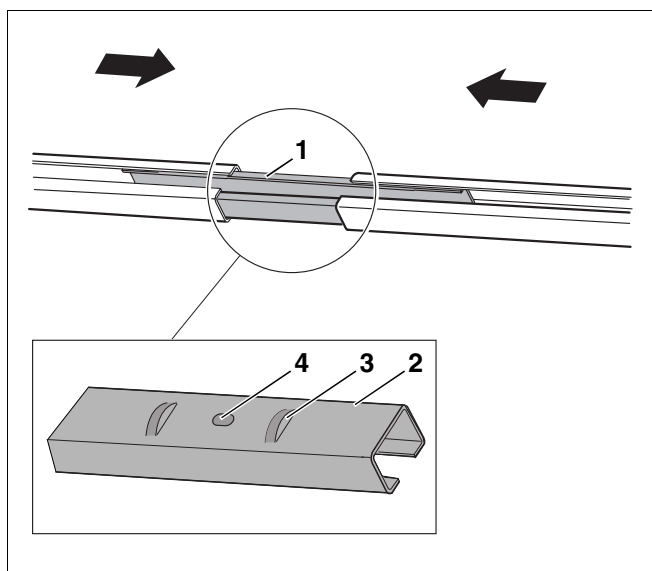

Fig. 12 Encaixar os perfis
Se pretender montar vários colectores (pelo menos dois), deverá unir cada um dos perfis (em cima e em baixo) com ligadores de encaixe (Fig. 12, **Item 1 e 2**).
- ▶ Empurre o ligador de encaixe (Fig. 12, **Item 1**) até à fixação (Fig. 12, **Item 3**) nos perfis.
Existe um furo (Fig. 12, **Item 4**, Página 16) no ligador de encaixe para controlo da montagem centrada da ponte de fixação do colector.